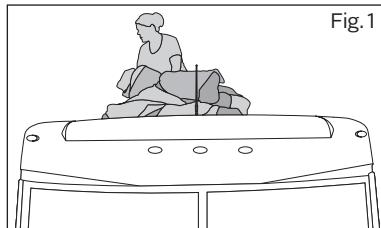
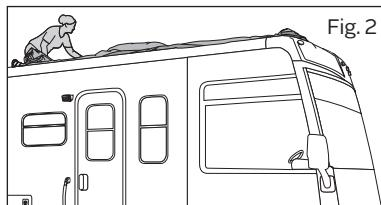

Fig. 1
Fig. 2
3. Con cuidado, trepe al techo y retire la funda de la bolsa de almacenamiento (Fig. 1). Coloque la funda enrollada al frente y centro del techo y desenróllela a lo largo del centro de la caravana hacia la parte trasera (Fig. 2).